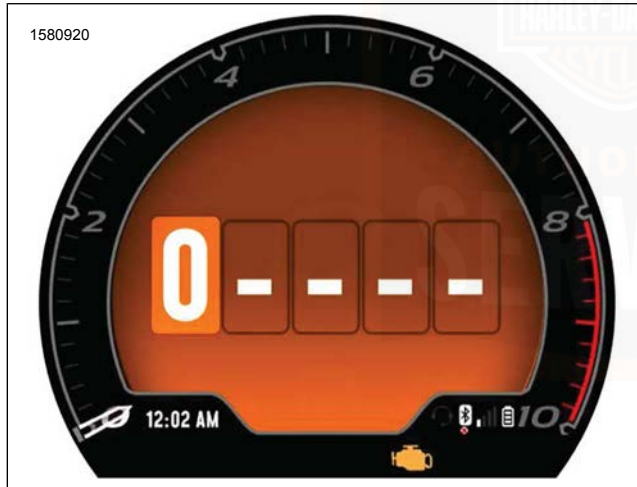
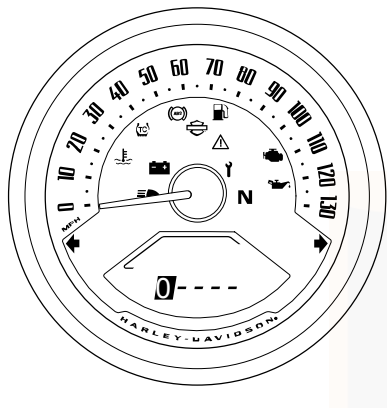

Abbildung 25. PIN-Eingabebildschirm (mit Infotainment)
Abbildung 26. PIN-Eingabebildschirm (ohne Infotainment)
- c. Siehe Abbildung 25. Der PIN -Bildschirm wird angezeigt.
- d. Den rechten Blinkerschalter einmal drücken und wieder loslassen. Blinker leuchten 3-mal auf. Siehe Abbildung 26. Die aktuelle PIN wird auf der Kilometerzähleranzeige angezeigt. Die erste Ziffer blinkt.
1. Siehe Abbildung 25 und Abbildung 26. Die erste Ziffer des PIN wählen.
1. Siehe Abbildung 25 und Abbildung 26 . Die erste Ziffer des PIN wählen.